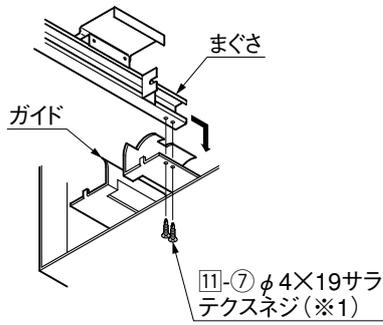

図1-2
- 4 ブラケット左にケースアングルとまぐさをA部・B部・C部・D部の順で11-⑦, 11-⑧で固定してください。(図1-2参照)(D部詳細図参照)